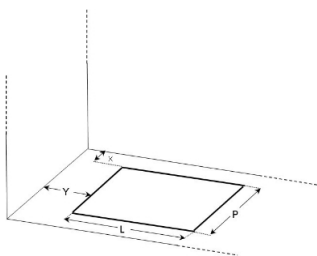

Figure 3
Les distances critiques de taille (X et Y) sont les mêmes pour tous les modèles, v o i r l e tableau ci-dessous et la figure 3.
NB : Dans la figure 3, la paroi de l'armoire est représentée à gauche de l' appareil. En cas d'installation à droite, les mêmes distances critiques que dans le tableau (Y) sont recommandées.